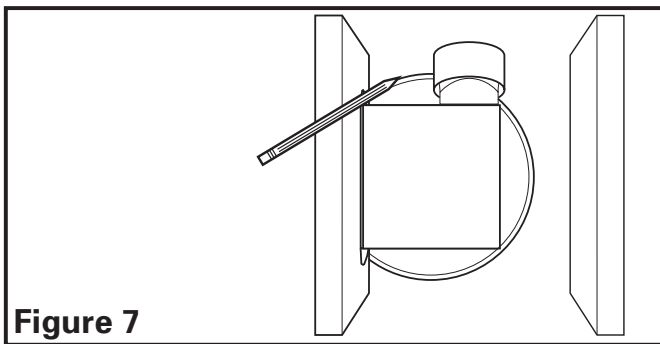

Figure 7
- 1b. **Installation des Onglets de montage:** positionner le châssis contre la solive et tracer un contour du châssis sur le matériau du plafond (**Figure 7**). Mettre le châssis de côté et découper l'ouverture, en prenant soin de ne pas couper de câble électrique dissimulé ou autre utilité. Placer le châssis près de la solive et vous assurer qu'il soit à effleurement avec le plafond fini. Fixer avec quatre (4) clous (non-compris) pour assurer une installation adéquate (**Figure 5**).